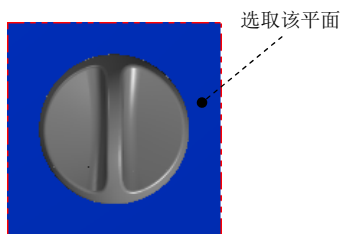
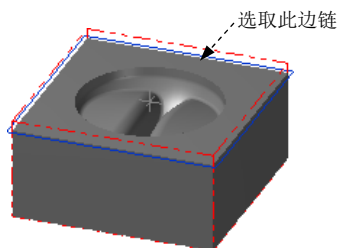

图 4.4 定义参考面
图 4.5 绘制矩形边界
Step1. 绘制矩形边界。单击“顶视图”按钮 ，选择下拉菜单 **绘图(C)** → **边界盒(B)...** 命令，系统弹出“边界盒选项”对话框，取消选中 ☐ **所有图素** 复选框，选取图 4.4 所示的面，然后单击 按钮，系统返回至“边界盒选项”对话框，在 **延伸** 区域的 **X** 文本框中输入值 2，在 **Y** 文本框中输入值 2。单击 按钮，完成矩形边界的绘制，结果如图 4.5 所示。